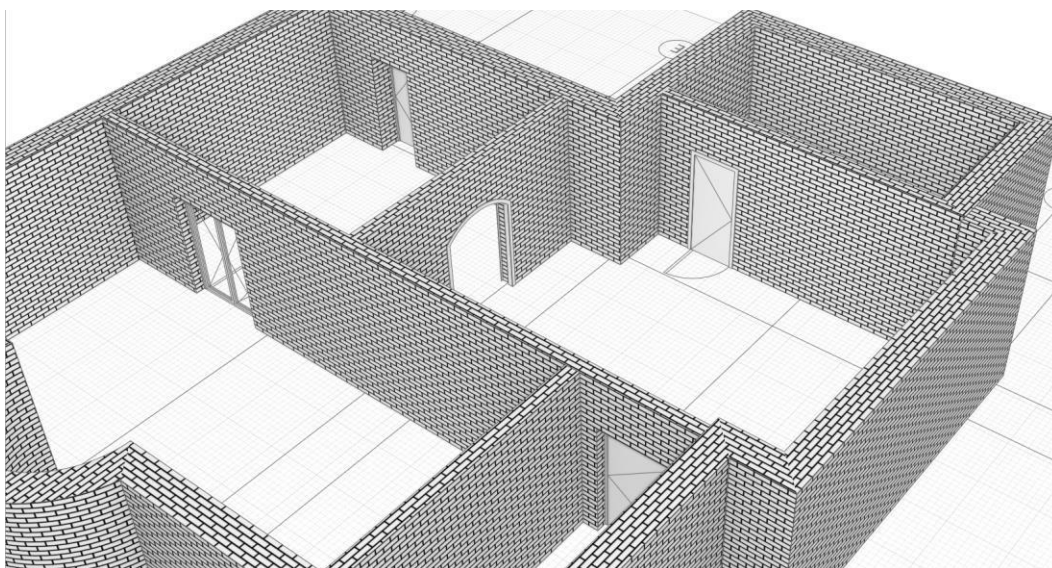

Рис. 6 Вставка дверей
7. Вставляем ещё одни двери. Параметры: высота – **2100 мм.**, ширина – **900 мм.**, стиль – **однопольная распашная (глухое темное)**, марка – **Д5**. Вставляем дверь (рис. 6)